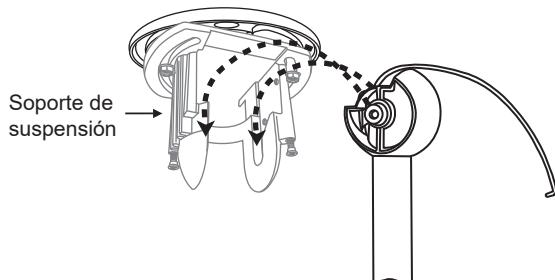

Fig. 12
9. Asegúrese de que el lápiz de seguridad instalado en la Fig. 12 esté instalado pero NO apretado. (Figura 13)